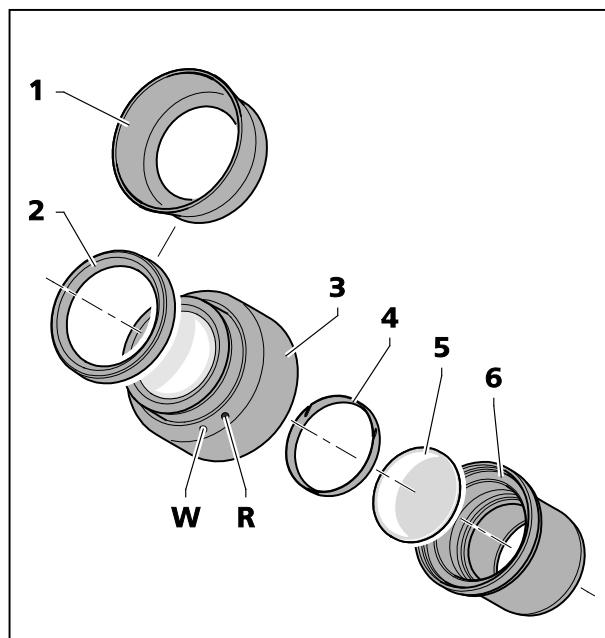

Fig. 16 Pose de la lame d'oculaire
Les oculaires sont munis d'un anneau de protection en caoutchouc qui les maintiennent à une certaine distance des verres de lunettes pour éviter de les rayer. Ces anneaux de protection peuvent être remplacés par des bonnettes oculaires retroussables (Fig. 16/1).
- Pour cela, retirez les anneaux de protection (Fig. 16/2) qui sertissent les oculaires et remplacez-les par les bonnettes oculaires (Fig. 16/1).
- Dévissez la bague intercalaire (Fig. 16/6) de l'oculaire (Fig. 16/3).
- Retirez l'anneau de fixation (Fig. 16/4).
- Introduisez la lame d'oculaire (Fig. 16/5).
Le léger décalage de l'image qui est provoqué par l'épaisseur de la lame est pris en compte sur l'échelle dioptrique où la position zéro est alors indiquée par le point rouge (Fig. 16/R) et non plus par le point blanc (Fig. 16/W).